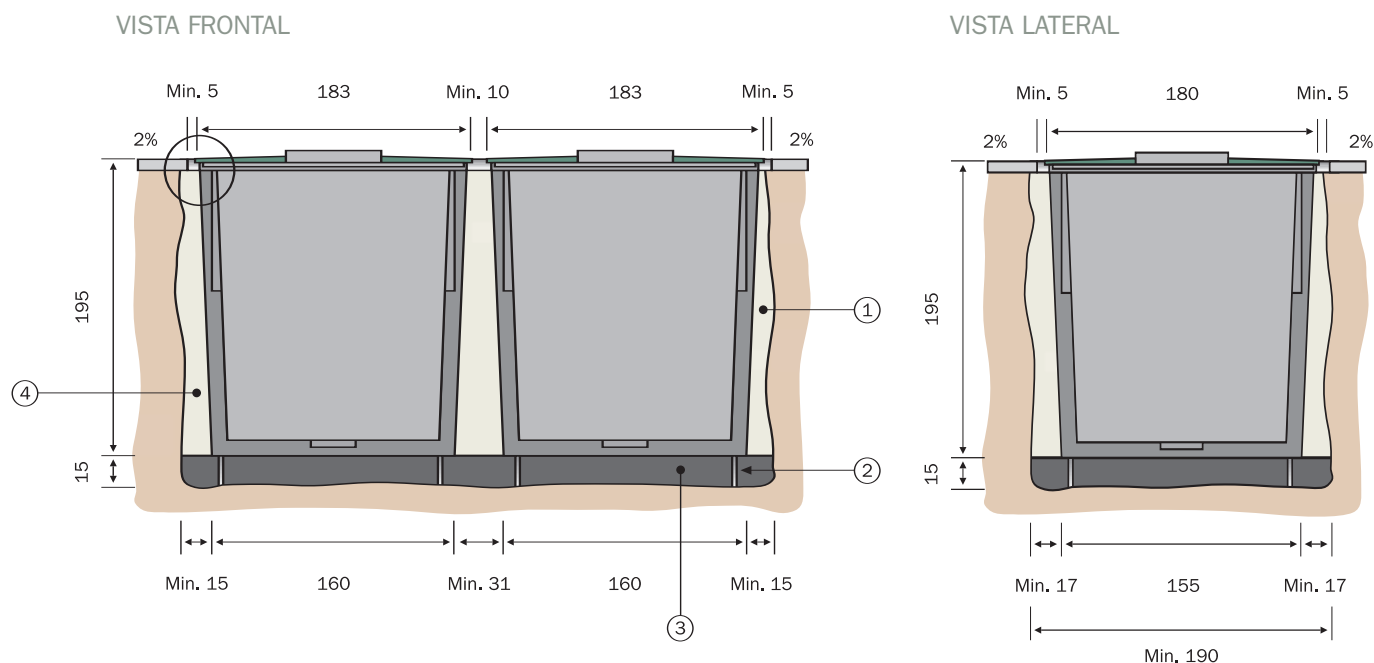

Figura 2
- 1 Colocar las arquetas guardando las distancias indicadas (figura 2). Peso unitario aproximadamente de 4700 Kg.